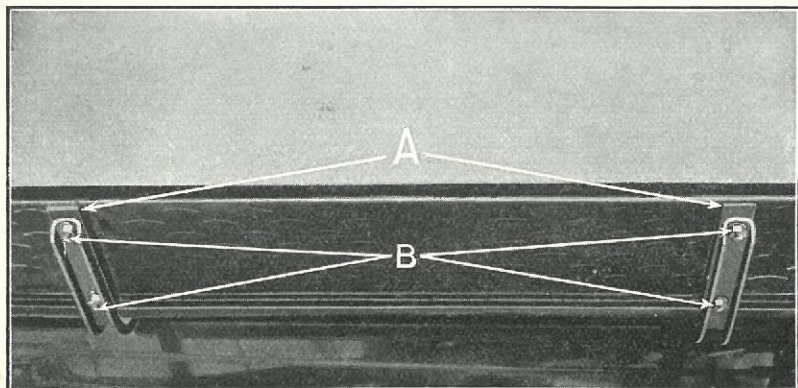

Fig. 107
- (b) Anbring Trinbrædtsklodserne (Fig. 107-A) paa Trinbrædtsstiverne